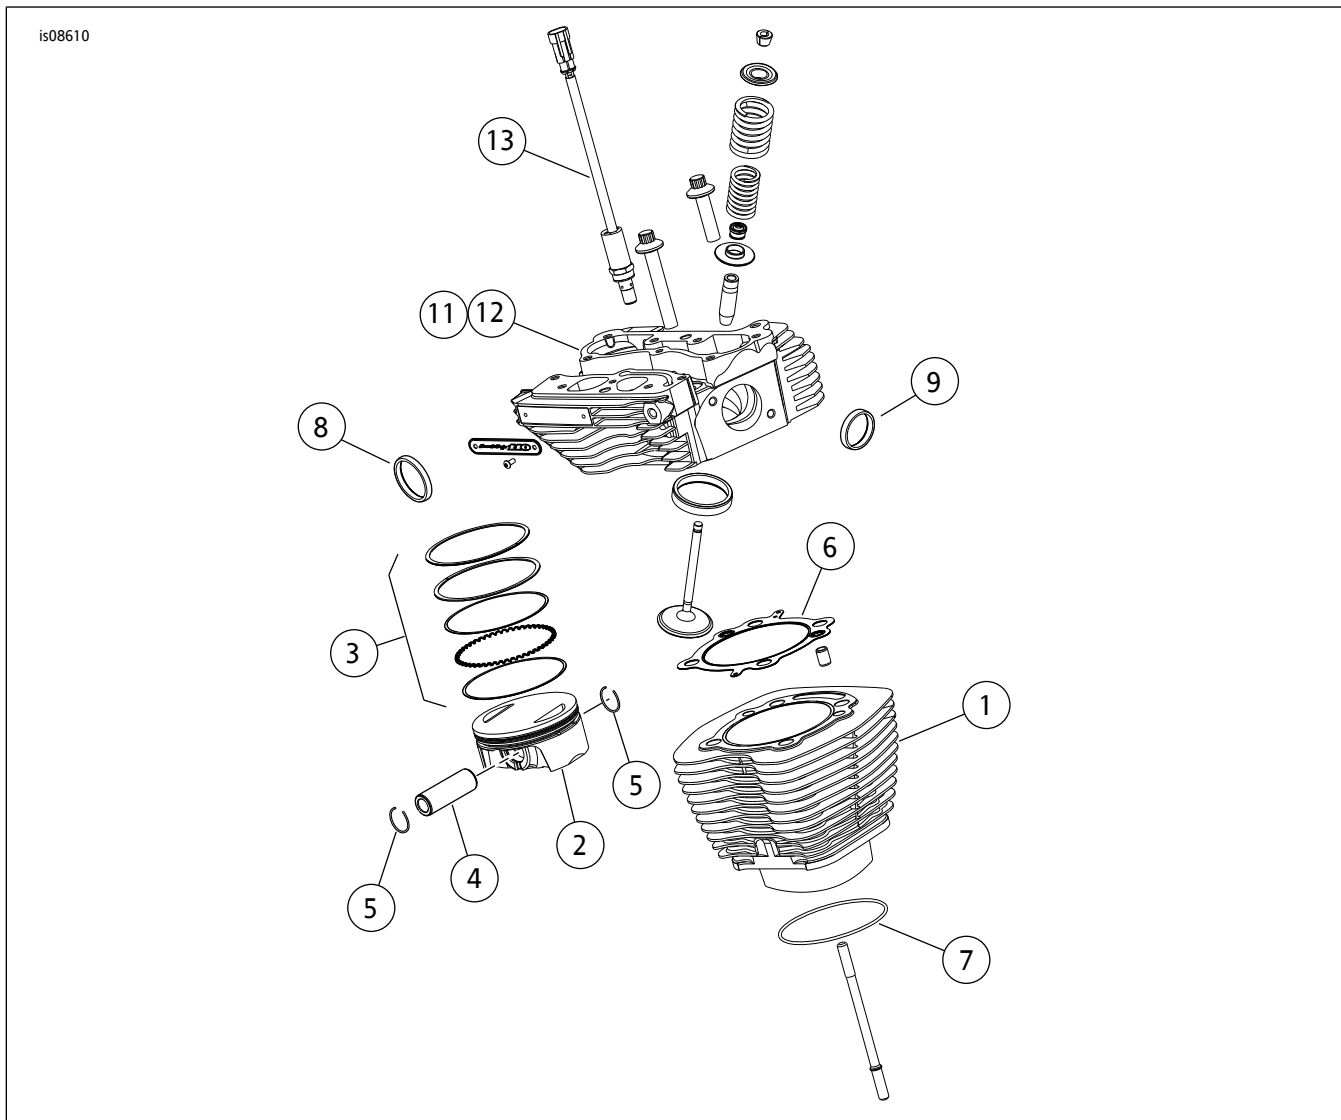
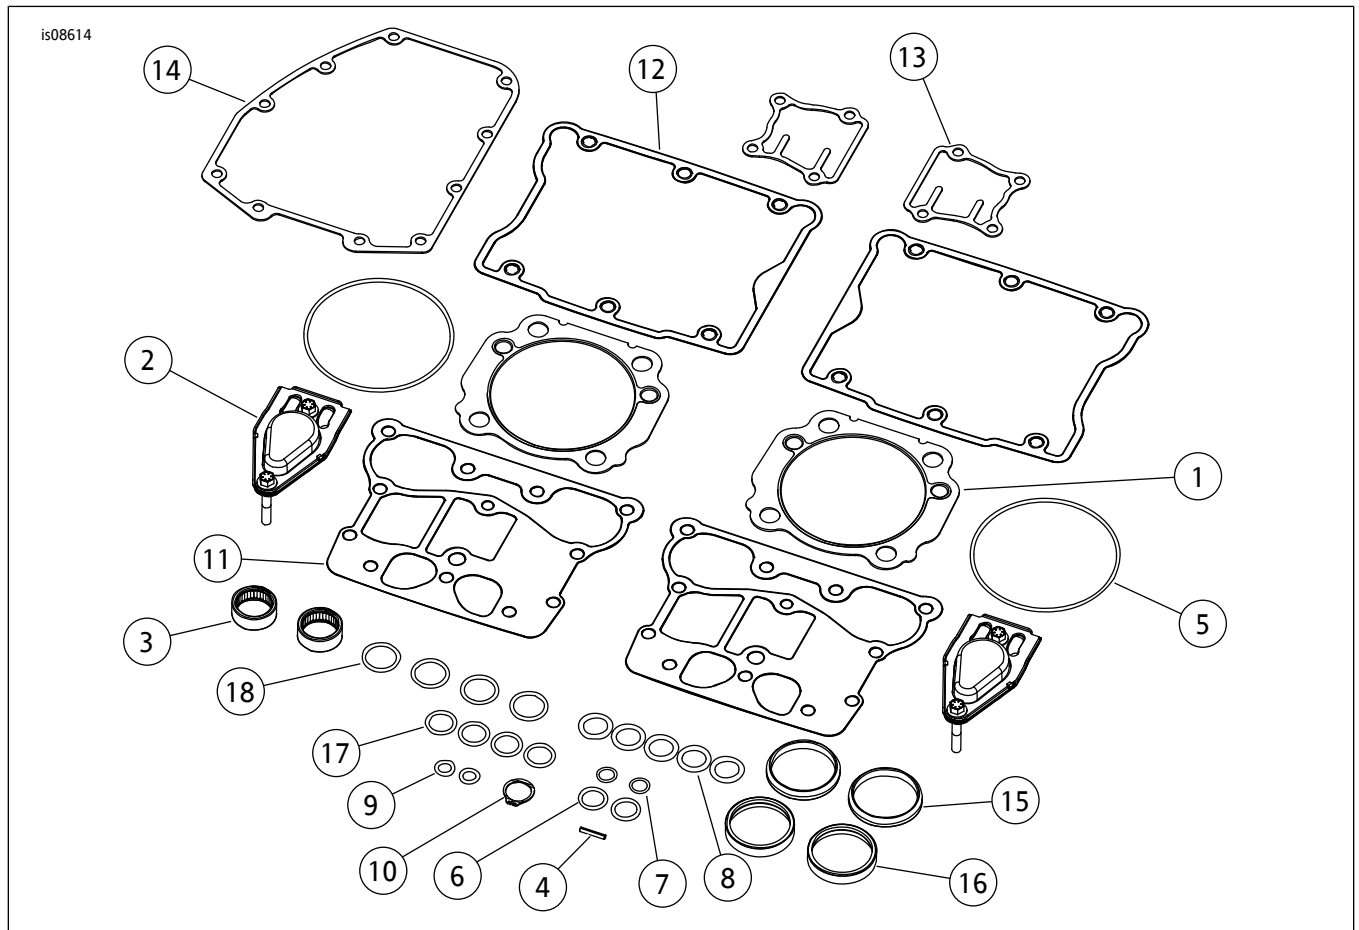

图1。维修零件：Screamin' Eagle TwinCam 110 (1800立方厘米)转换套件螺栓连接式转换套件
图4. 维修零件: Screamin' Eagle TwinCam 110(1800立方厘米)螺栓连接式转换套件
参见图1至图4以及表1至表4。
2. 参见图1至图4。参见维修手册。使用套件中的零件，将凸轮组装配至凸轮盘和发动机顶端部件。